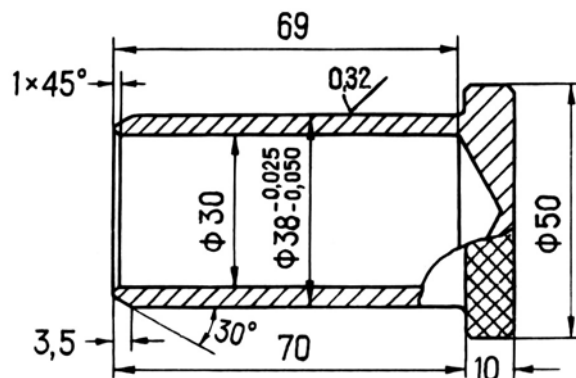

Рис. 3.1.45. Пробка-заглушка отверстия в удлинителе коробки передач
- установить пробку-заглушку (рис. 3.1.45) в отверстие удлинителя коробки передач;